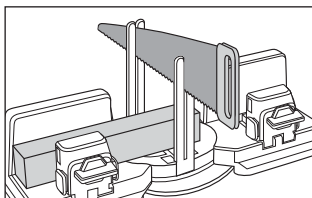

Fig. 7
- ◆ Țineți produsul de un braț mobil ❶ cu o singură mână.
- ◆ Cu cealaltă mână ghidați ferăstrăul de sus prin barele de ghidare ❷ (a se vedea fig. 7).